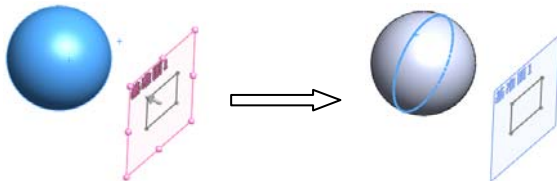
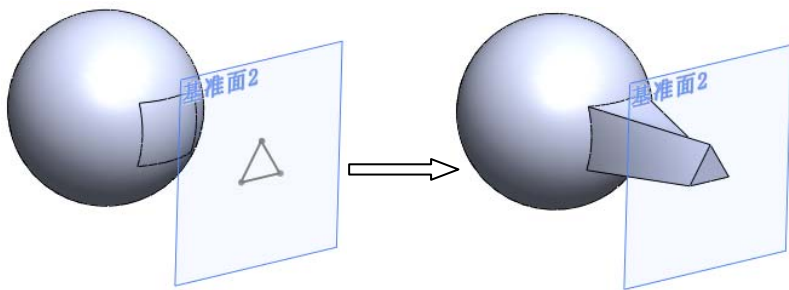

图 3-46 轮廓分割线的生成
图 3-47 分割线放样效果
5. 单击按钮。基准面通过模型投影，从而生成基准面与所选面的外部边线相交的轮廓分割线，如图 3-46 所示。
1. 使用分割线工具在模型面上生成一个空间轮廓，就像图 3-46 或图 3-47 那样。
9. 单击 $\checkmark$ 按钮完成放样。图3-47说明了分割线放样效果。